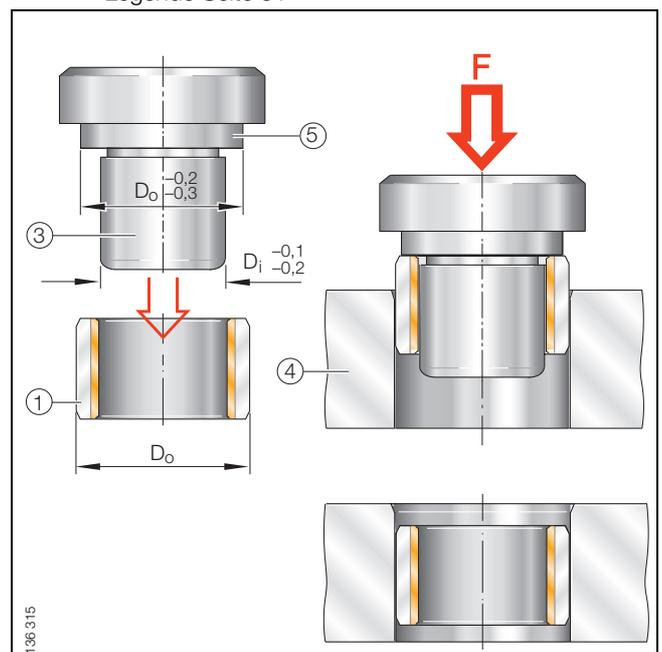

Bild 23 · Versenkt einpressen, $D_o \geq 55$ mm
- versenktes Einpressen mit Dorn ohne Hilfsring gemäß Bild 23.